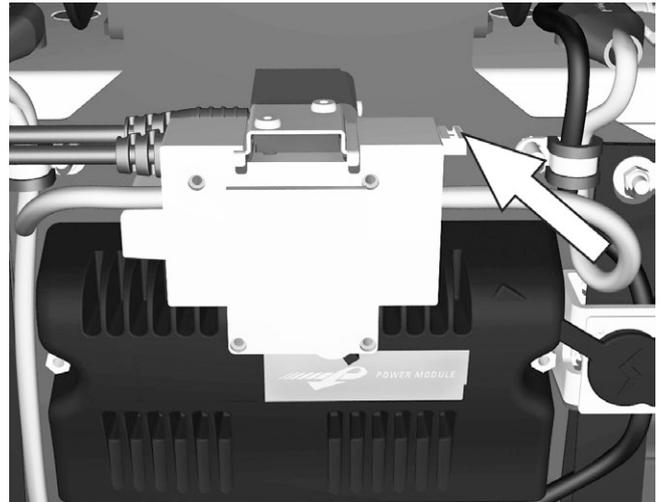

Abbildung 120. Halterung der Hauptsicherung.
6. Hauptsicherung lösen, indem man an dem kleinen Griff rechts an der Sicherung zieht. Siehe Abbildung. 120.
Am kleinen Griff rechts an der neuen Sicherung ziehen und am Fahrgestell platzieren. In korrekter Stellung befestigen, indem man den kleinen Griff loslässt. Siehe Abbildung.120.